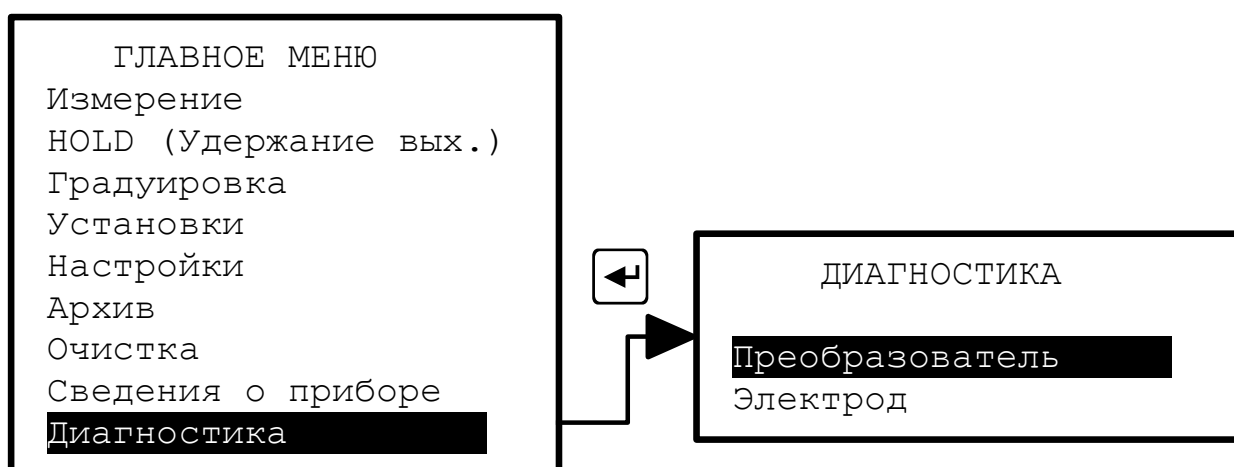

Рисунок 22 - Выбор режима «Диагностика»
3.3.9.1 В этом режиме можно продиагностировать состояние и неисправности рН-метра в целом (смотри Рисунок 22).